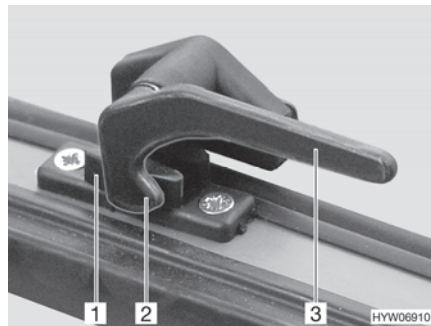

Bild 43 Låsarm i läget "stängd"
- Sväng låsarmen (Bild 43,3) ett kvarts varv mot fönstrets mitt.
- Sväng låsarmen (Bild 43,3) ett kvarts varv mot fönsterkarmen. Låsspaken (Bild 43,2) är placerad på insidan av fönsterlåset (Bild 43,1).
- I läget "helt stängt" (Bild 43)